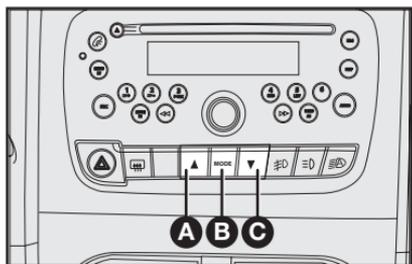

fig. 52
**A–fig. 52** – Botão de seleção “para cima” ▲.
**B–fig. 52** – MODE.
**C–fig. 52** – Botão de seleção “para baixo” ▼.